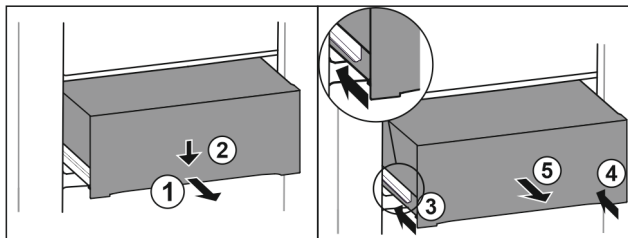

Fig. 163
- Izvucite ladicu na pola. Fig. 163 (1)
- Pritisnite ladicu naprijed prema dolje. Fig. 163 (2)
- Gurnite lijevu vodilicu za oko 2 cm. Fig. 163 (3)
- Gurnite desnu vodilicu za oko 2 cm. Fig. 163 (4)
- Izvadite ladicu prema naprijed. Fig. 163 (5)